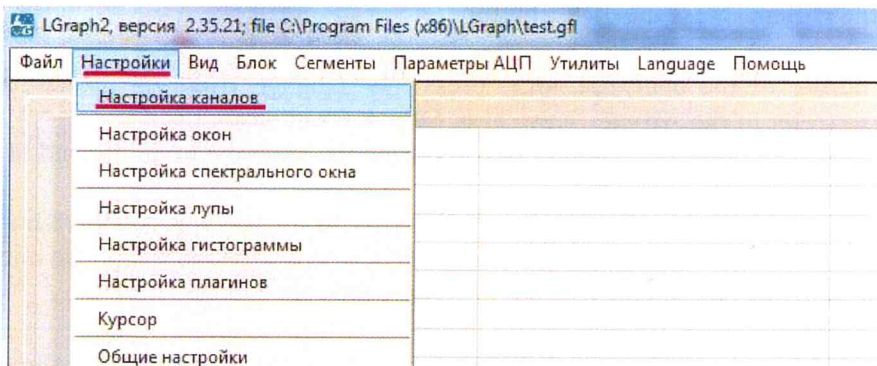

Рисунок 26. Настройка каналов
3) В верхней панели найдите вкладку «Настройки» и выберите пункт «Настройка каналов» (рисунок 26);